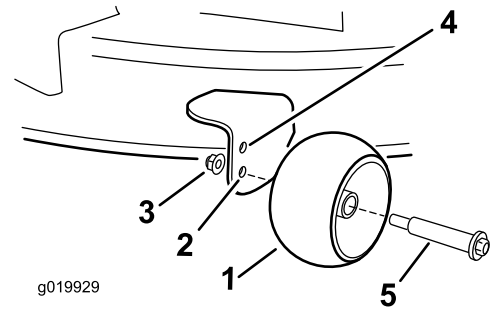

Figura 17
- Taladro superior – utilice esta posición cuando la carcasa de corte está en la posición de altura de corte de 63 mm (2½") o menos (Figura 17).
- Taladro inferior – utilice esta posición cuando la carcasa de corte está en la posición de altura de corte de 76 mm (3") o más (Figura 17).